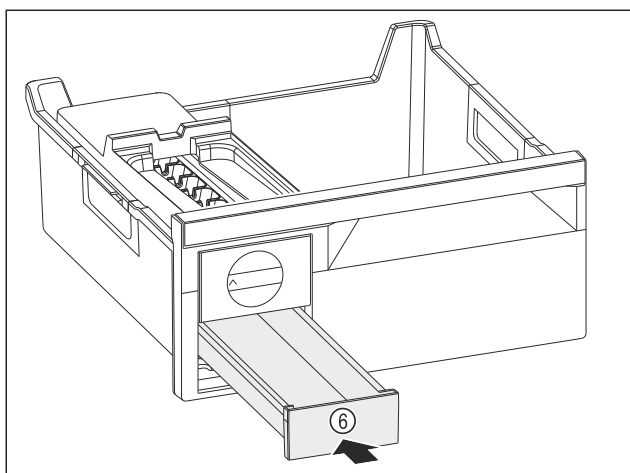

Fig. 188
- ▶ Zásuvku na kostky ledu Fig. 188 (6) zasuněte.